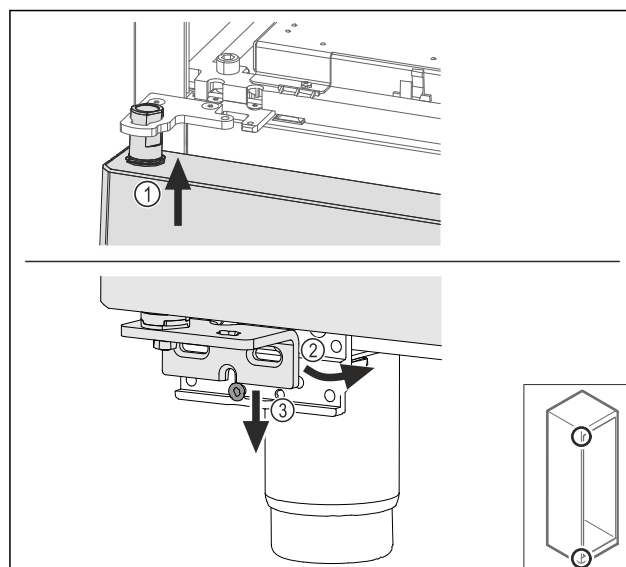

Fig. 64
- ▶ Deur iets gekanteld aan de bovenzijde terugplaatsen Fig. 64 (1), deur recht uitlijnen Fig. 64 (2) en aan de onderzijde op de lagerbokschroef Fig. 64 (3) plaatsen.